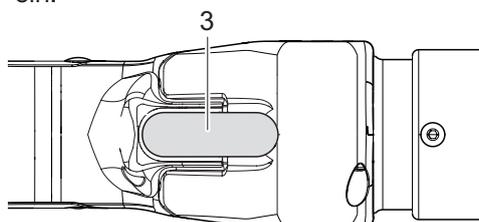

Abb. 15: Schliessung starten
- Drücken Sie den START-Knopf (Abb. 15/3) und halten Sie ihn gedrückt.
- Lassen Sie den START-Knopf los (Abb. 15/3).